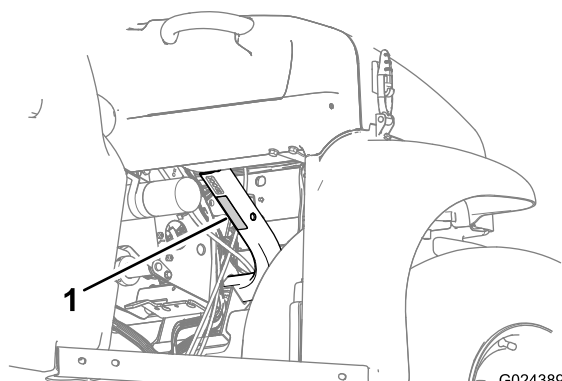

図 20
- 荷台に積むことのできる重量を守ってください。これらについては、仕様(ページ17)に記載してあります。また、車両最大定格総重量は機体の銘板に表示してあります(図20)。